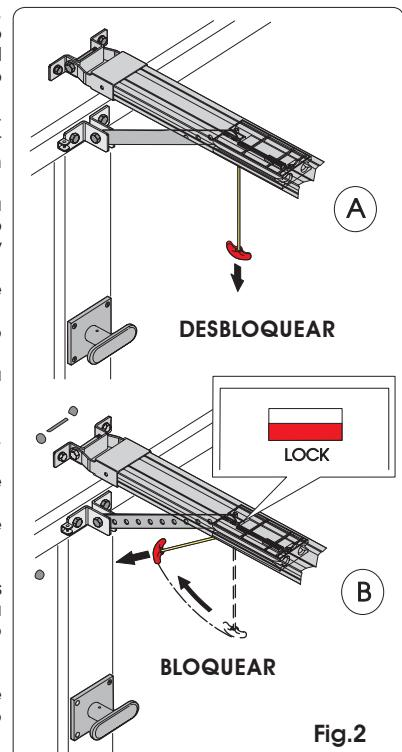

Fig.2
- Desbloquee el operador tirando hacia abajo la manilla de desbloqueo (Fig. 2 ref. A).
- Bloquee de nuevo la automación tirando horizontalmente de la manilla (Fig. 2 ref. B) y asegúrese de que, al soltarla, la ventanilla "LOCK" situada debajo del carro sea de color rojo, para confirmar que se ha rearmado correctamente.